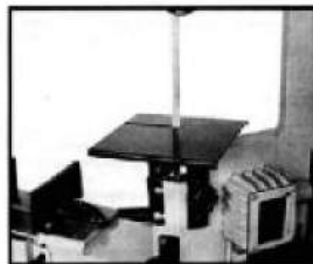

Fig.2
4. För bladet genom skåran i bordet och fäst med två skruvar. Se Fig.2.